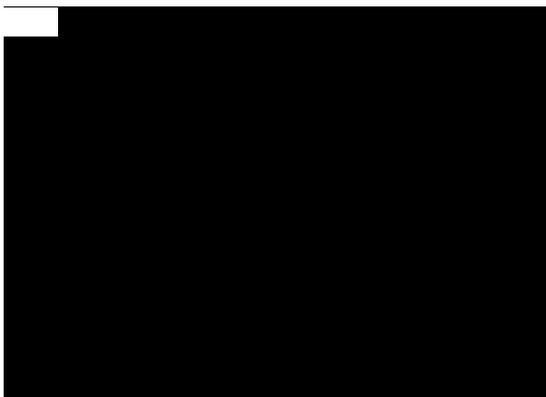
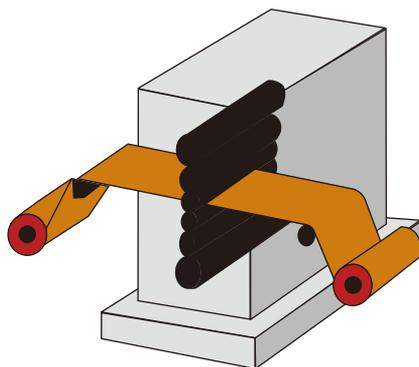

图 10-17 压延铜箔
图 10-18 压延铜箔生产示意图
(1) 压延铜箔：是将铜板经过多次重复辊轧而成，它的组织属片状组织，如图10-17和图10-18所示。